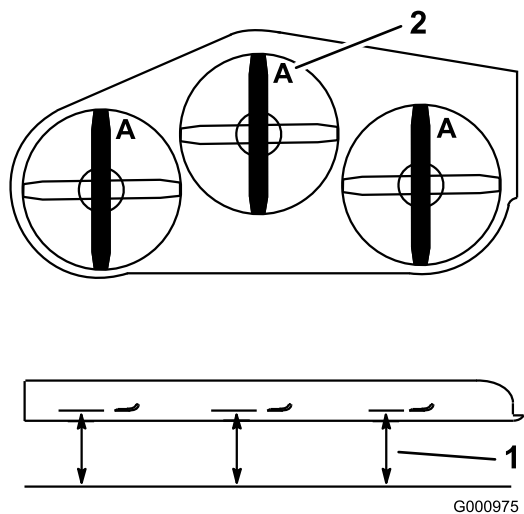

Figura 95
4. Mida desde una superficie nivelada hasta el filo de corte, posición **A**, de las cuchillas (Figura 95).